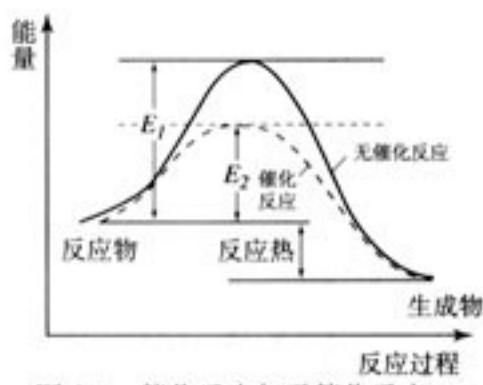

图 2-4 催化反应与无催化反应过程中的能量关系
催化剂能加快反应速率，是因为它能改变反应的路径，使发生反应所需的活化能降低^①，如图 2-4 所示，图中实线和虚线分别表示无催化剂和有催化剂的反应过程中，反应物和生成物的能量与活化能的关系。显然，有催化剂时反应的活化能 E₂ 比无催化剂时反应的活化能 E₁ 降低了很多，这样一来，就使反应体系中含有的活化分子百分数提高，从而使有效碰撞的几率提高，反应速率增大。